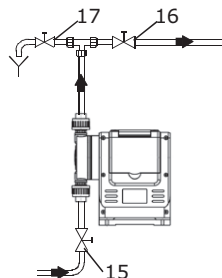

Рис. 19 Начальный пуск
- Откройте всасывающий и нагнетательный запорные клапаны (15, 16), если они установлены (см. рис. 19).
- Откройте клапан удаления воздуха (17), если он установлен на линии нагнетания или понизьте давление в линии нагнетания так, чтобы перекачиваемая среда могла выходить без преодоления противодавления.
- Закройте клапан удаления воздуха (17), если он установлен.